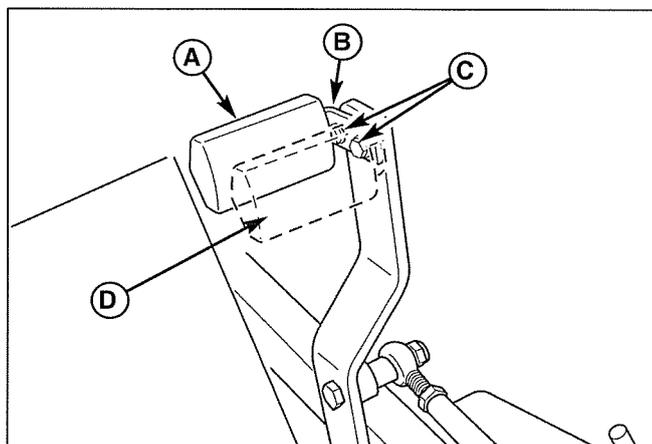

Figure 48. Réglage de la pédale
1. Retirer la pédale (A, figure 48) de la patte de fixation de la pédale (B).
2. Retirer la quincaillerie de fixation de la pédale (C) et faire tourner la patte de 180 degrés.
4. Remonter la pédale sur sa patte de fixation dans l'orientation appropriée comme l'indique la figure 48.